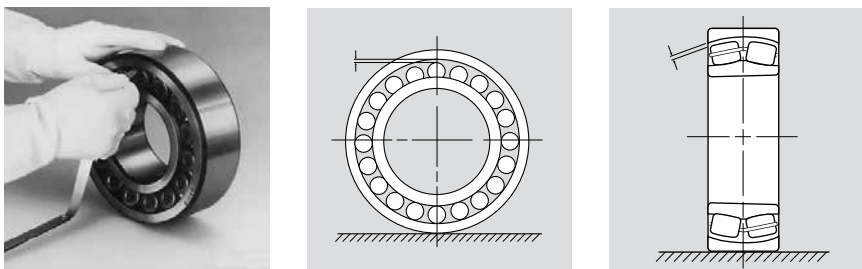

Fig. 1: Comprobación del juego radial interno del rodamiento en la mesa de trabajo.
1. Antes del montaje se mide el juego radial interno con la ayuda de un juego de galgas. Como se muestra en la **Fig. 1** se mide entre la parte superior de los rodillos y el camino de rodadura del anillo exterior.